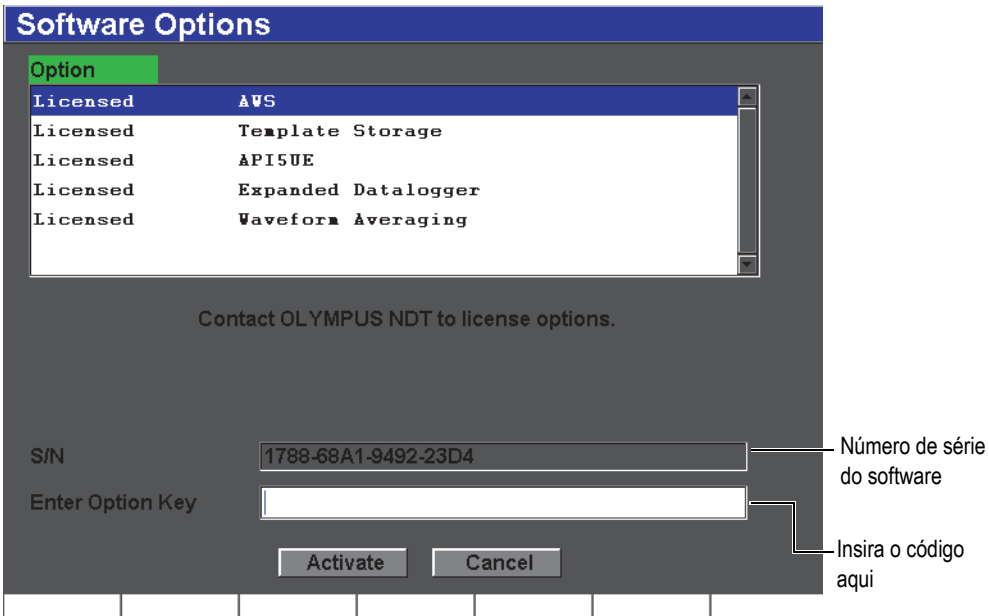

Figura 12-1 Caixa de diálogo para inserção do código
1. Selecione **Inst Setup > Software Options** para acessar a página de configuração **Software Options** mostrada na Figura 12-1 na página 228.
6. Utilizando o teclado virtual insira o código de ativação no campo **Enter Option Key** (veja Figura 12-1 na página 228).